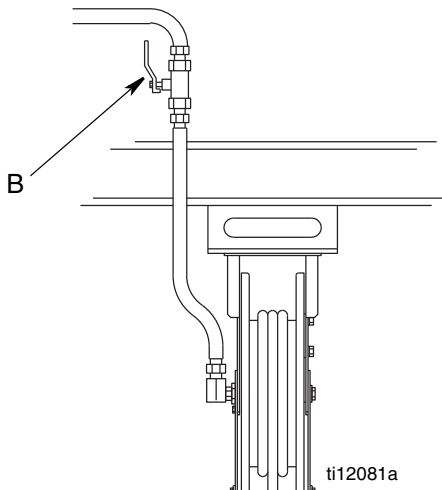

FIG. 4
5. Ouvrez lentement la soupape d'arrêt (B, FIG. 4) à chaque poste de distribution. Laissez s'écouler une quantité d'huile suffisante pour vous assurer que tout le système est propre, puis refermez la soupape. Fermez la soupape.